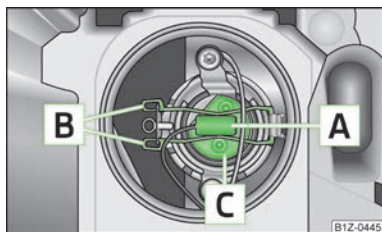

Fig. 163
- > Remove connector » Fig. 163.